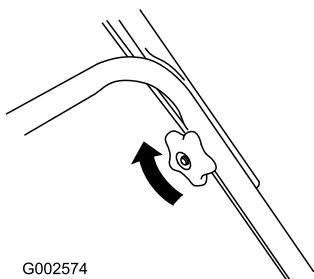

Figura 5
- Apriete los pomos del manillar (Figura 5).